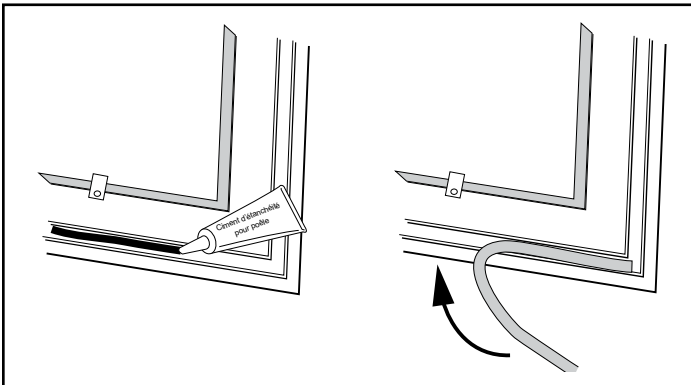

Figure 3.6 – Mettre un cordon de ciment ou de silicone pour joint puis appuyer sur le joint pour le mettre en place.
- Mettez un cordon continu de silicone ou de ciment de 3 mm (1/8 po) dans la rainure que vous venez de nettoyer, Figure 3.6.
- En commençant par une extrémité, enfoncez le joint dans la rainure, Figure 3.6. Veillez à avoir une bonne jonction entre les deux extrémités du joint avant de couper l'excès. Ne chevauchez pas les extrémités du joint et ne laissez pas d'extrémités effilochées ou abimées.